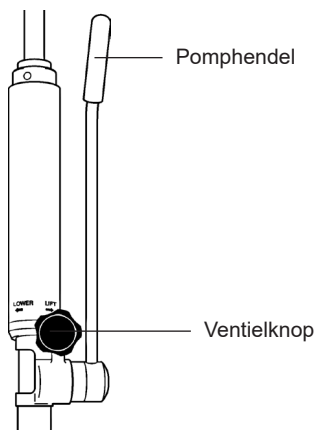

Fig. 10
6. Sluit het ventiel van het hydraulische systeem (fig. 10) door de zwarte gekartelde knop op de eenheid volledig met de klok mee te draaien.
7. Pomp de hendel (fig. 10) van het hydraulische systeem en controleer of de plunjer de tilarm omhoog beweegt.